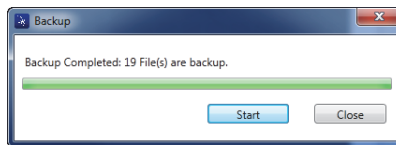

Figura 7-27 La finestra di dialogo Backup (completo)
5. Quando il backup è stato completato, cliccare su **Close** (chiudi) [vedere Figura 7-27 a pagina 227].